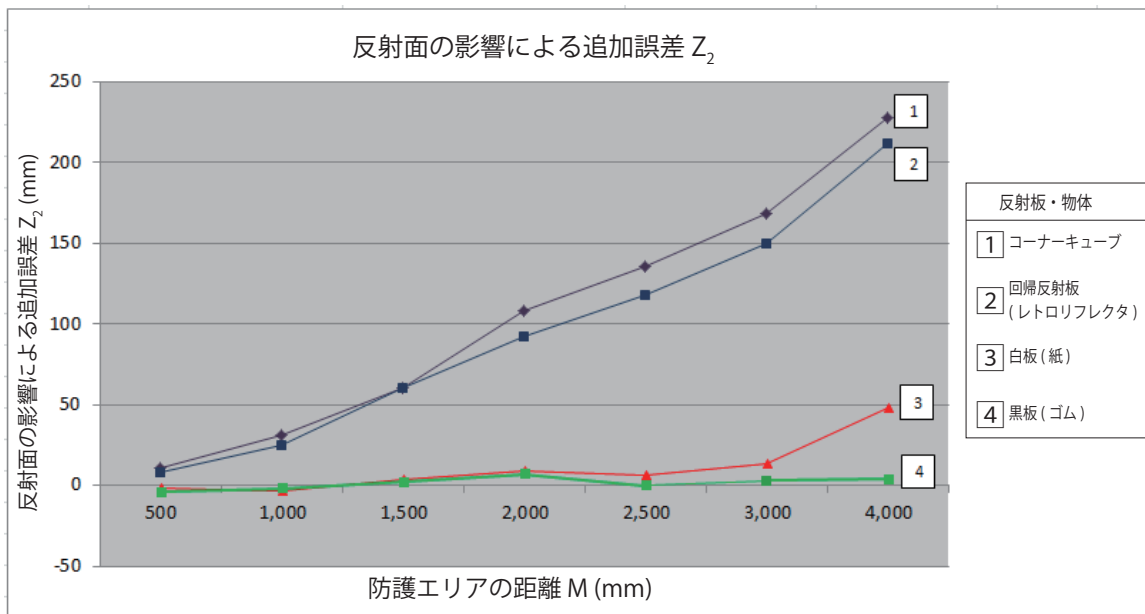

図7-3 反射面の影響による追加誤差
1. 図7-3から防護エリアの距離Mに対応した追加誤差 Z_2 を求める。